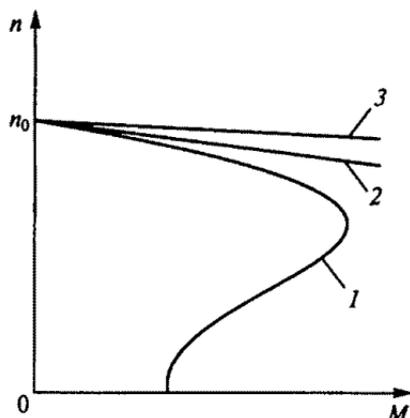

Рис. 233
9.78. Какая из показанных на рис. 233 характеристик $I \dots Z$ является механической характеристикой синхронного двигателя?